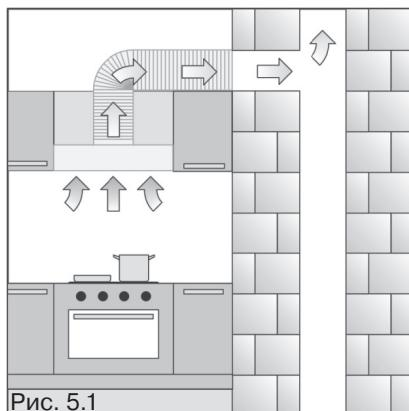

Рис. 5.1
- режим отвода воздуха в вентиляционную шахту (см. Рис. 5, Рис. 5.1)
В режиме отвода воздуха в вентиляционную шахту (см. Рис. 5, Рис. 5.1) вытяжка посредством гофрированного шланга или пластикового воздуховода подключается к вентиляционной шахте. И, таким образом, все кухонные испарения, запахи, гарь и копоть, проходя через многоразовые алюминиевые жироулавливающие фильтры, выводятся за пределы помещения. При данном режиме работы нет необходимости устанавливать угольные акриловые запахоулавливающие фильтры.